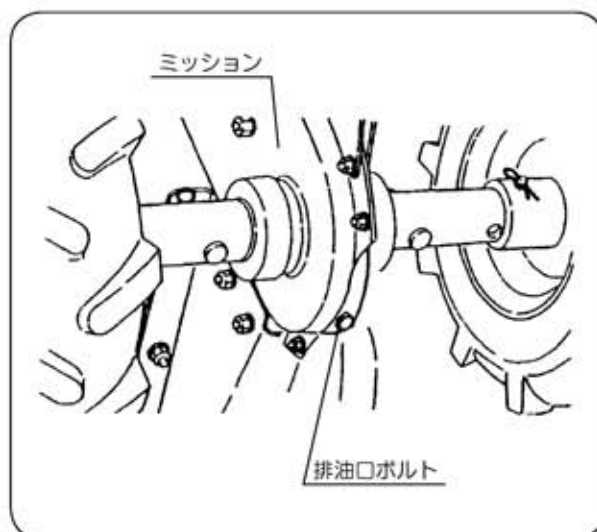

図33
- ③給油口からミッションオイルをゆっくり給油してください。(図33)